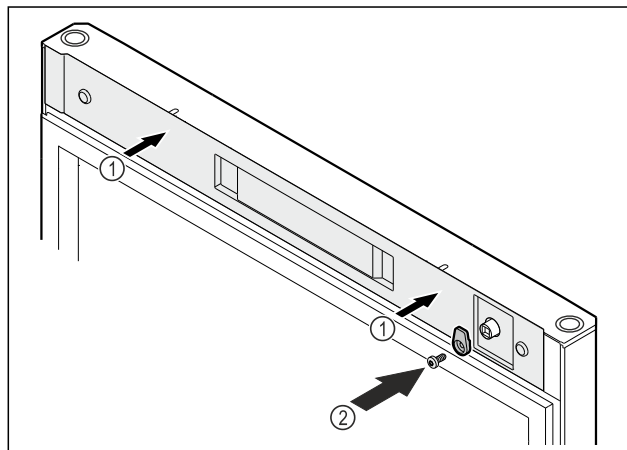

Fig. 55
- Nasadte kryt Fig. 55 (1).
- Naskrutkujte zatvárací hák Fig. 55 (2).